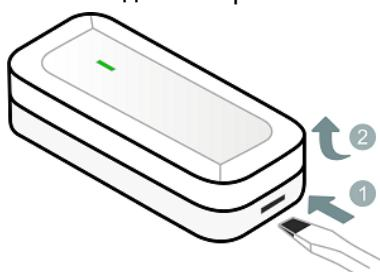
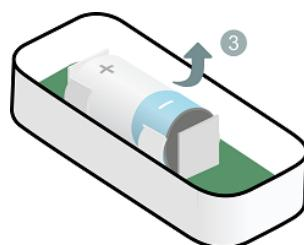

Рисунок 6.3 – Вскрытие корпуса датчика
Рисунок 6.4 – Извлечение батареи
- 2.2. Если датчик не в первый раз переводится в режим связывания, то вскройте корпус датчика: при помощи плоской отвертки нажмите на одну из защелок и, не отпуская защелку, потяните крышку корпуса вверх (см. рисунок 6.3). Извлеките батарею из датчика (см. рисунок 6.4). Подождите 30 секунд и установите батарею обратно, соблюдая полярность.
Для подключения геркона вскройте корпус основного элемента датчика открытия (см. рисунок 6.3). Подключите провода геркона к клемме, расположенной на плате датчика открытия, как показано на схеме (см. рисунок 8.1).
2. С помощью индикации на датчике. Для этого вскройте корпус датчика (см. рисунок 6.3) и дважды нажмите на кнопку тампера (8, рисунок 2.1). Посмотрите на индикатор датчика. Соответствие уровня связи и индикации представлено в таблице 9.1.
- 1) Вскройте корпус основного элемента датчика (см. рисунок 6.3) и закрепите основание корпуса в выбранном месте с помощью самонарезающих винтов.